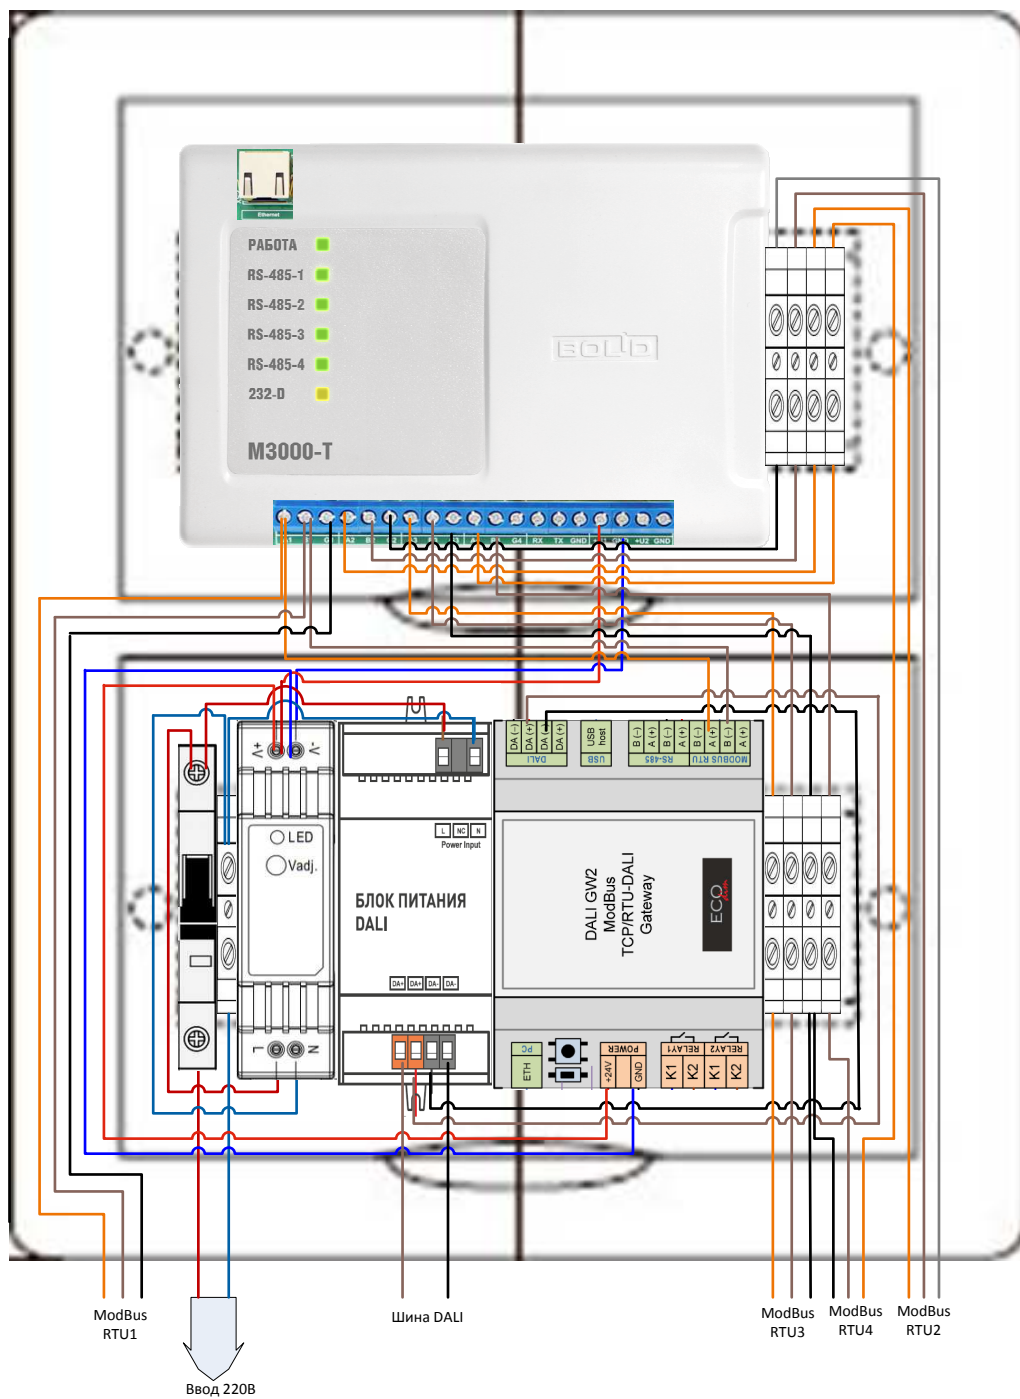
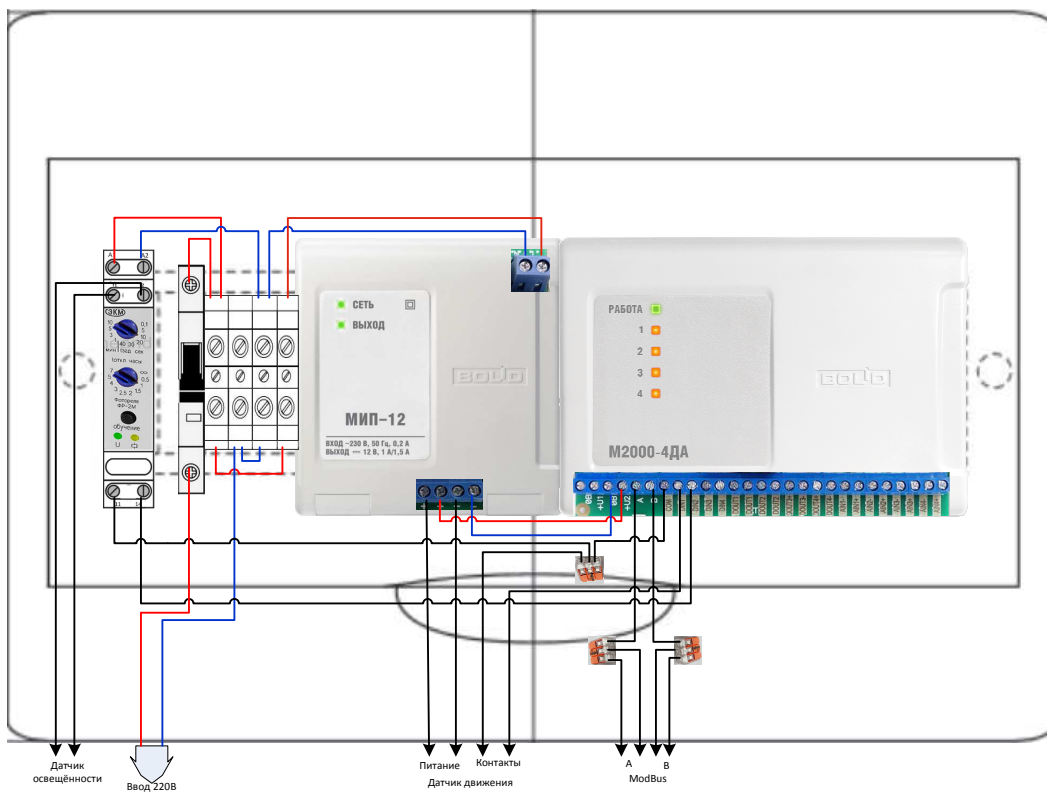
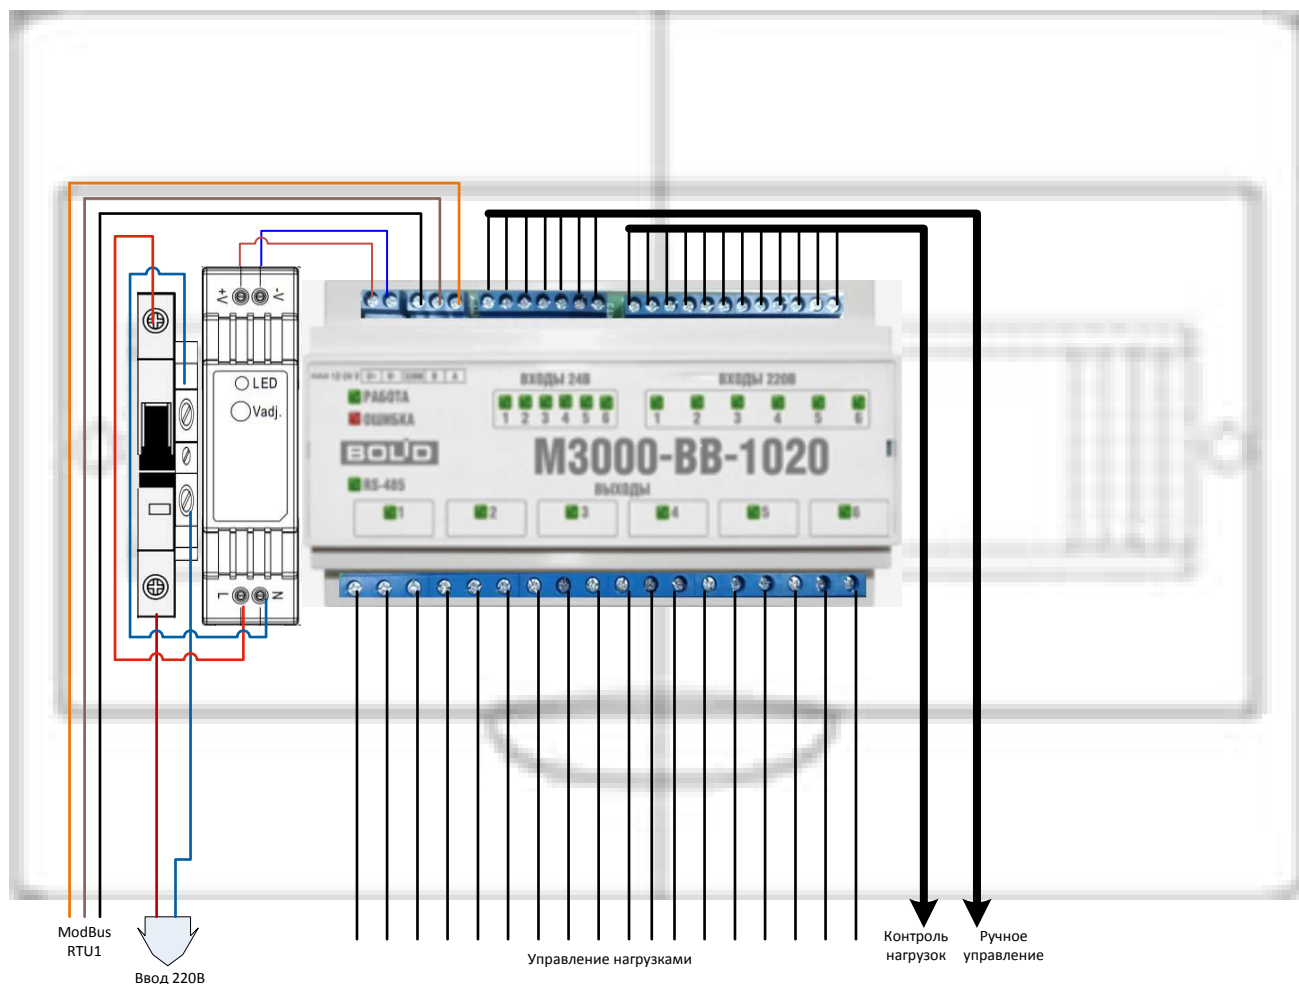

Рис. 3. Схема электромонтажная. Управляющий модуль.
Рис.4. Схема электромонтажная Сенсорный модуль.
Рис.6. Модуль дискретного управления освещением с контролем нагрузки
- 4.3. Разместите на DIN рейках оборудование в соответствии со схемами электромонтажными рис.3 - рис.6.
- 4.4. Соедините внутреннее оборудование боксов в соответствии со схемами электромонтажными рис.3 - рис.6.
- 4.8. Проложите слаботочные кабели и силовые кабели светильников к боксу. Прокладка кабелей должна осуществляться в гофрированной ПВХ трубе, прикреплённой к стенке кабельными клипсами. В боксе освободите в предназначенных для этого местах отверстия для ввода кабелей, введите кабели и соедините их: кабели датчиков подключите к клеммным колодкам прибора M2000-4ДА в нижней части бокса в соответствии со схемой электромонтажной рис.3. Кабели интерфейса DALI светильников подключите к соединителям для сращивания M2AТ в нижней части бокса в соответствии со схемой электромонтажной рис.4.
- 5.19. Подключите датчики движения и освещенности к модулю с соответствии со схемой рис. 4